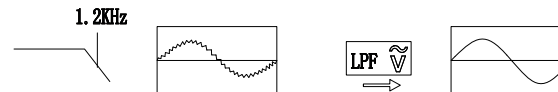

Figura 6
- 4) In posizione ACV, premere a lungo SEL per attivare la funzione LPF. Il segnale sinusoidale composito generato dall'inverter o dal motore a frequenza variabile può essere misurato attraverso la funzione LPF, come mostrato nella Figura 6 qui sotto. Premere nuovamente a lungo SELECT per uscire dalla funzione LPF.